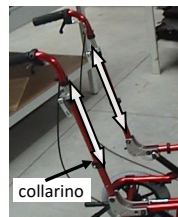

fig. 13.1: Regolazione manici
- Versione manici di spinta telescopici con bloccetto a leva (fig. 13.1)